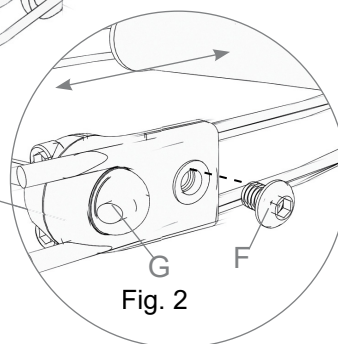
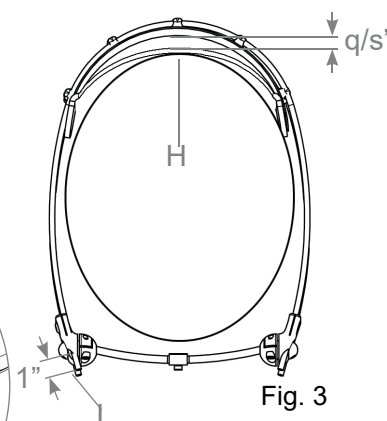

Fig. 2
Fig. 3
- 2 Fjern skrue og skive (B) fra DFS²-festet.
- 4 Sett tilbake skrue og skive, og stram til (B). Justering av pannestroppen:
- 5 Bruk en t/ds" unbraconøkkel: Løsne justeringsskruen på styrestengene, Fig. 2, (F), og skyv begge styrestengene likt til ønsket diameter.
- 6 Plasser neoprenstroppen (D) i ønsket stilling på personens panne.
- 7 Skyv styrestengene gjennom klemmen til fronten på neoprenstroppen er ca. q/s" fra plaststøtten (E). Stroppen må sitte tett inntil pannen. Fig. 3 (H)
- 8 Stram skruen (F) på styrestangen på nytt for å holde den på plass.
- 9 Styrestengene kan kappes til 1" for å begrense hvor mye stengene stikker ut bakover. Plasthettene må fjernes før stengene kappes, og deretter settes tilbake på plass. Fig. 3 (I)
- 11 Bruk en t/ds" unbraconøkkel til å løsne klemmeskruene for vinkeljustering, Fig-1 (C).
- 12 Sett unbraconøkkel inn i det åpne hullet, Fig-2 (G), på det sølvfargede vinkeljusteringsleddet, og vri til panneputen og styrestengene står i ønsket vinkel.